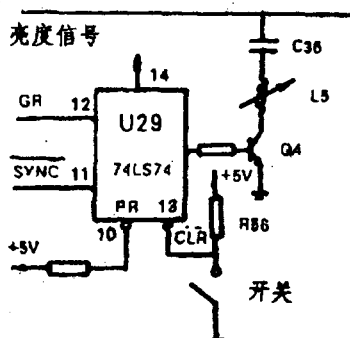

图66 3.58兆赫兹吸收回路
3.58兆赫兹吸收回路如图66所示, 主要由1/2 74LS74和L1及C1组成。74LS74的13端